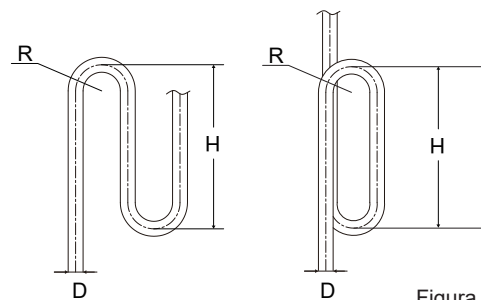

Figura 4.8
- Cuando la unidad exterior está por encima de la unidad interior, y la diferencia de nivel supera los 20 m, se recomienda establecer un codo de retorno de aceite cada 10 m en la tubería de gas de la tubería principal. Las especificaciones recomendadas del codo de retorno de aceite se muestran en la Figura 4.8.
- Requisito 3:** La mayor diferencia de nivel entre la unidad interior y la unidad exterior no debe exceder los 110m (si la unidad exterior está arriba) o los 110m (si la unidad exterior está debajo). Además: (i) Si la unidad exterior está por encima y la diferencia de nivel es superior a 20 m, se recomienda establecer un codo de retorno de aceite con las dimensiones especificadas en la figura 4.8 cada 10 m en la tubería de gas de la tubería principal; y (ii) si la diferencia de nivel es superior a 40 m (la unidad exterior está por debajo) o a 50 m (la unidad exterior está por encima), el tamaño de la tubería principal (L1) debe aumentarse según la tabla 4.7.